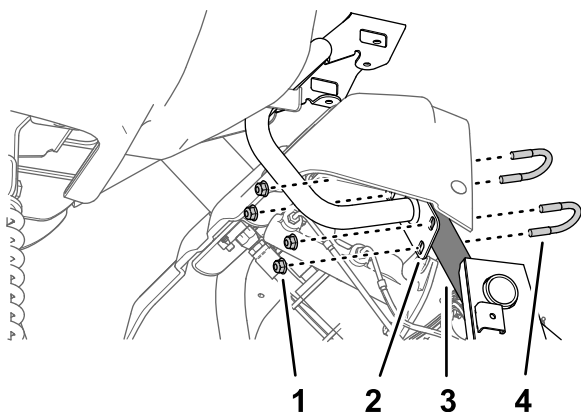

**Figure 161**
2. Fixez le support du moniteur sur le boîtier de la valve de direction (Figure 161) à l'aide des 3 boulons à embase (6 x 12 mm).